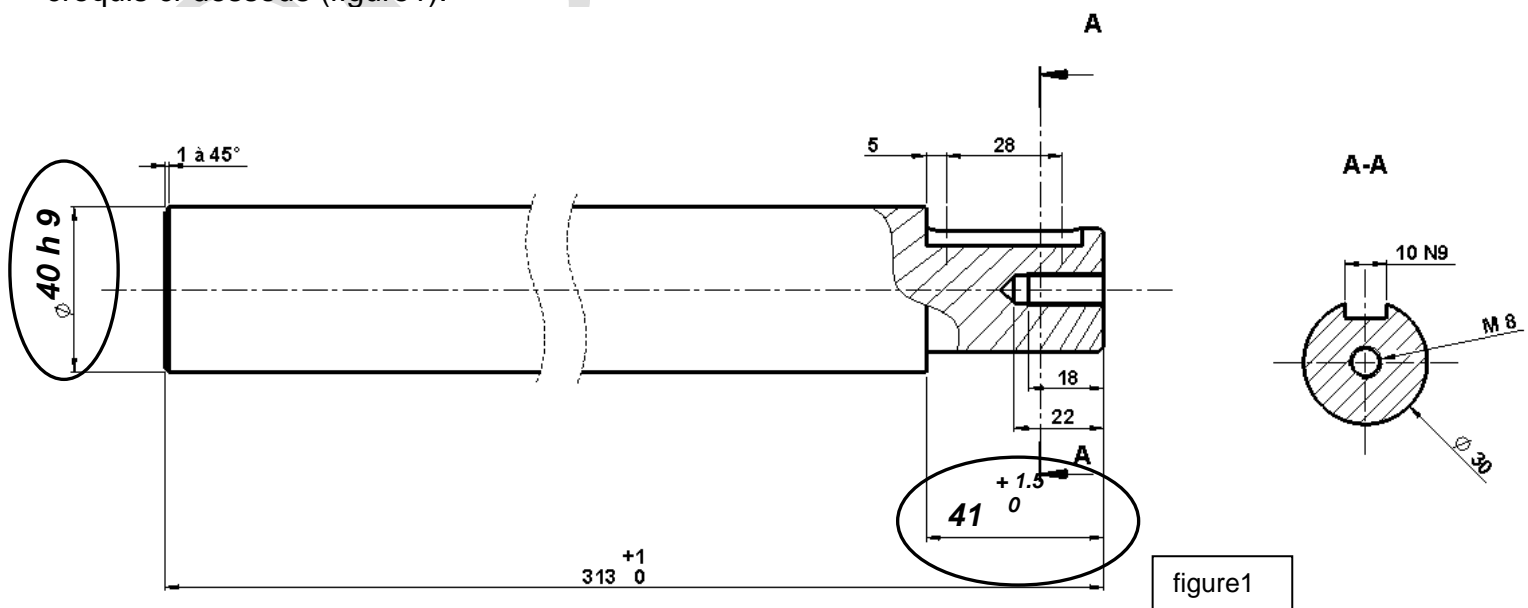

figure1
**Q6.2 : Rechercher** la cote tolérancée des portées de roulements et la **reporter** dans la bulle sur le croquis ci-dessous (figure1).
**Q6.7 : Reporter** la cote tolérancée sur le dessin de fabrication (figure 1 DQR 11/18) de l'arbre épaulé en vue de son usinage.